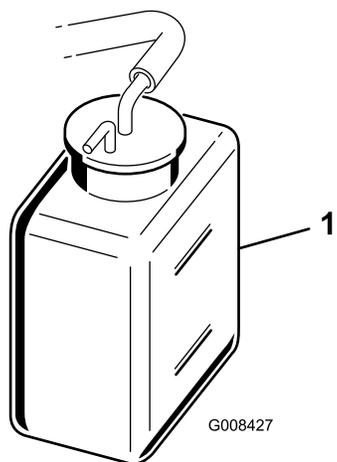

Рисунок 31
2. Проверьте уровень охлаждающей жидкости (Рисунок 31). При холодном двигателе уровень охлаждающей жидкости должен находиться между линиями на расширительном бачке.